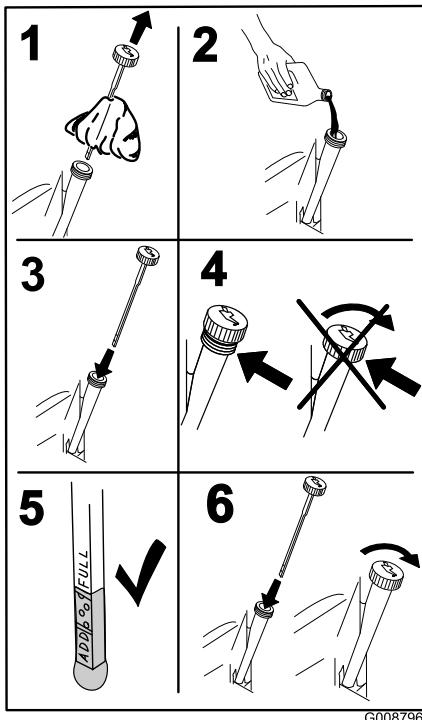

Bild 34
7. Gießen Sie langsam ungefähr 80 % der angegebenen Ölsorte in den Einfüllstutzen und füllen Sie dann vorsichtig mehr Öl ein, um den Ölstand an die **Voll**-Markierung zu bringen (Bild 34).